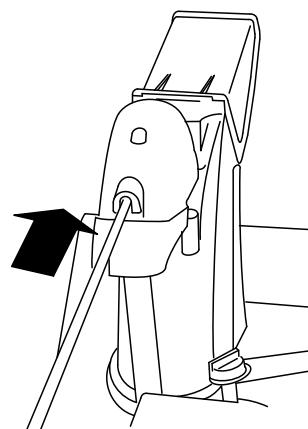

Рисунок 15
- Вставьте передний конец штока в отверстие на задней крышке редуктора желоба так, чтобы он вошел в соприкосновение с редуктором (Рисунок 15).